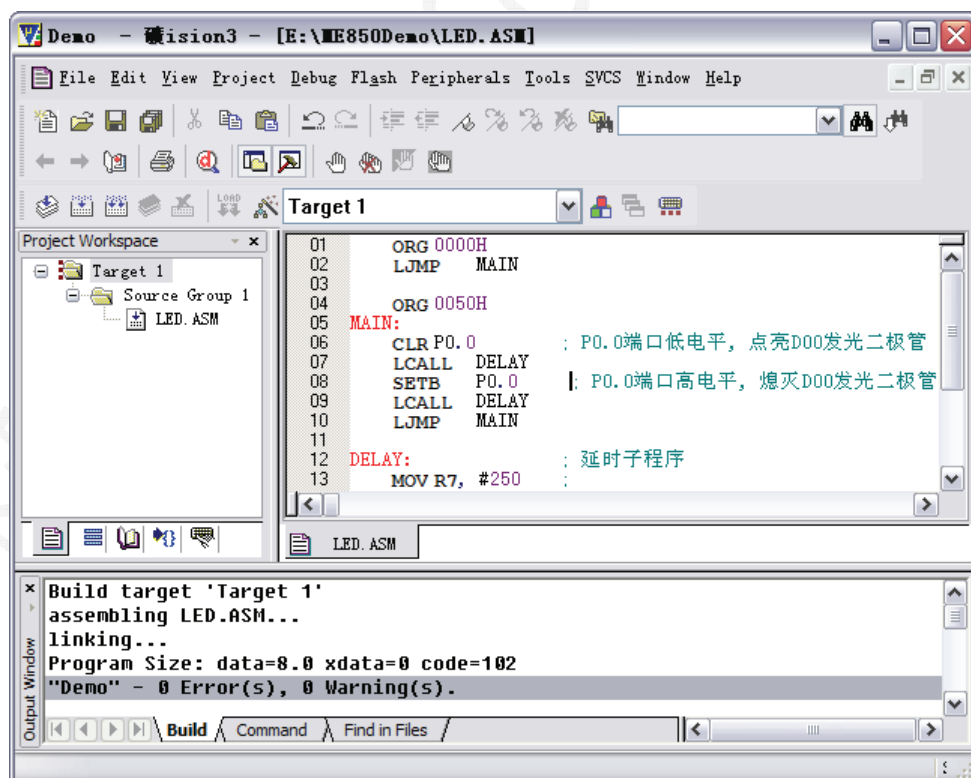

图 3.9 Keil 开发环境
2. 启动 Keil 软件, 开启上一节中建立的 LED 闪烁演示例程。如图 3.9 所示。